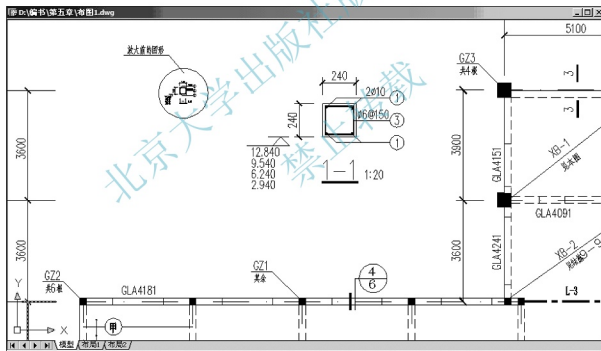

图 5.88 将“1—1 断面图”图块放大 5 倍
④ 在指定比例因子或[复制(C)/参照(R)] <1.0000>:提示下,输入“5”后按 Enter 键,表示将图形放大 5 倍,结果如图 5.88 所示。
- 在图 5.88 中,特意保留了放大前的图形,经对比可知,右侧的梁的断面图为放大后的“1—1 断面图”的图形。这里需要进行下面的计算。
- (1) 在模型空间内是按照主图 (1 : 100 标准层结构布置平面图) 的比例打印出图的, 打印时图纸上的所有图形均缩小到原来的 1/100, 所以需要 1 : 20 的“1—1 断面图”再放大 100/20=5 倍。
- (2) “1—1 断面图”的图形是按 1 : 1 的比例绘制的, 所以梁的断面的高度和宽度都是 240mm。用【比例】命令将其放大 5 倍后, 梁的断面的高度和宽度变成 $240\text{mm} \times 5 = 1200\text{mm}$, 打印出图时随着主图缩小到原来的 1/100 后为 $1200\text{mm}/100 = 12\text{mm}$, 这样便形成 1 : 20 出图比例的梁。
- (3) “1—1 断面图”放大 100mm/20=5 倍后, 梁的断面的高度和宽度尺寸变成 1200mm, 观察图 5.88, 标注的梁宽和梁高仍然为 240mm, 这是由于将“1—1 断面图”做成了图块, 使形成“1—1 断面图”的众多图元变成一个图元, 只是将这个图元放大, 而形成这个图元的内部众多图元被锁定, 所以图形变大了而尺寸标注值并未随之改变。
- (1) 在 1 : 20 “1—1 断面图”中, 文字“2 ϕ 10”和标注尺寸值的高度均为 $3.5\text{mm} \times 20 = 70\text{mm}$, 标高符号三角形的高度为 $3\text{mm} \times 20 = 60\text{mm}$, 将图块放大 5 倍后, 文字“2 ϕ 10”和标注尺寸值的高度均变为 $70\text{mm} \times 5 = 350\text{mm}$, 标高符号三角形的高度变为 $60\text{mm} \times 5 = 300\text{mm}$ 。
- (2) 主图 (标准层结构布置平面图) 的出图比例为 1 : 100, 图中文字高度为 $3.5\text{mm} \times 100 = 350\text{mm}$, 标高符号三角形的高度变为 $3\text{mm} \times 100 = 300\text{mm}$ 。
- (3) 观察图 5.88, 对比可知主图和放大后“1—1 断面图”图块内的文字高度是相同的。打印缩小到原来的 1/100 后, 1 : 100 主图和 1 : 20 “1—1 断面图”内文字高度、标注高度及标高等各种符号的大小肯定是一样的。